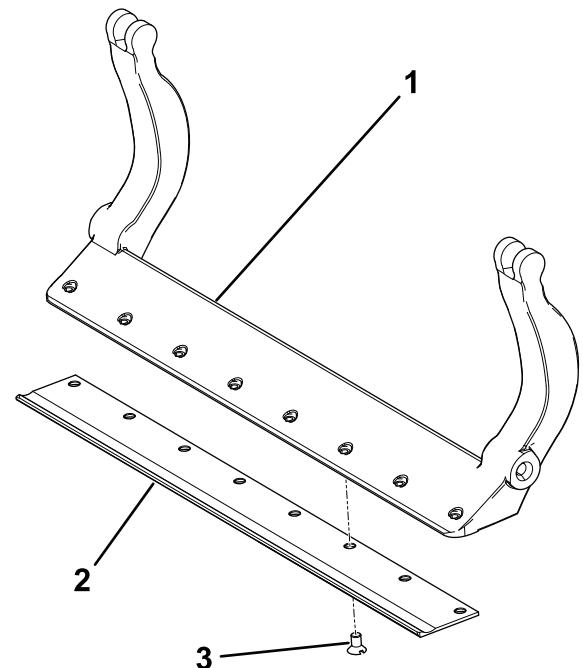

Figura 34
3. Aplique compuesto antiadherente a los tornillos e instale la contracuchilla en la barra de asiento del siguiente modo (Figura 34):
- A. Apriete los 2 tornillos exteriores a 1 N·m; consulte la Figura 34.
- B. Desde el centro de la contracuchilla, apriete los tornillos a entre 23 y 28 N·m; consulte la Figura 34.